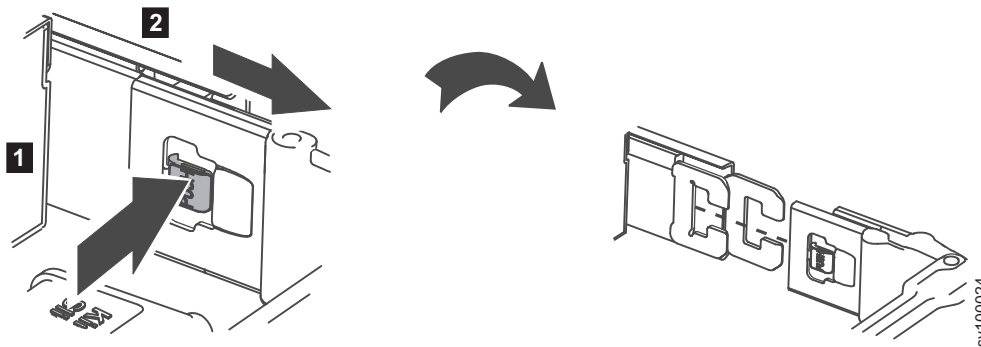

Figura 6. Liberando o membro interno do suporte para organização de cabos
5. Solte o membro interno, conforme mostrado em Figura 6 na página 16.